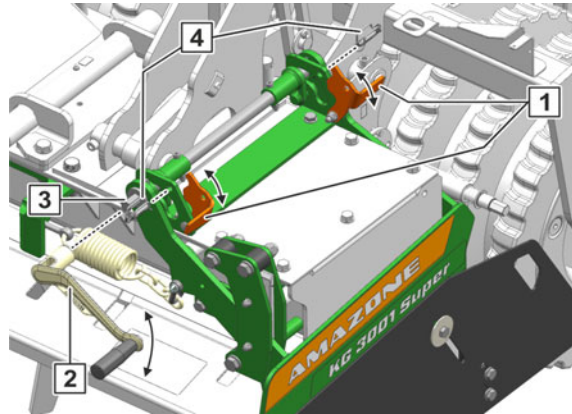

Fig. 144
1. Desmontar el pasador clavija (Fig. 144/4)
2. Colocar la herramienta de mando (Fig. 144/2) en el árbol de ajuste (Fig. 144/3).
3. Para descargar el ángulo de fijación (Fig. 144/1) girar la herramienta de mando en el sentido contrario a las agujas del reloj.